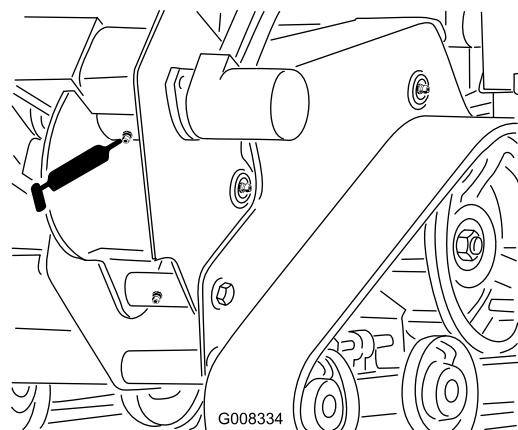

Figura 25
3. Limpe o bocal de lubrificação da caixa do abre-valas com um pano e ligue-lhe uma pistola de lubrificação (Figura 25).